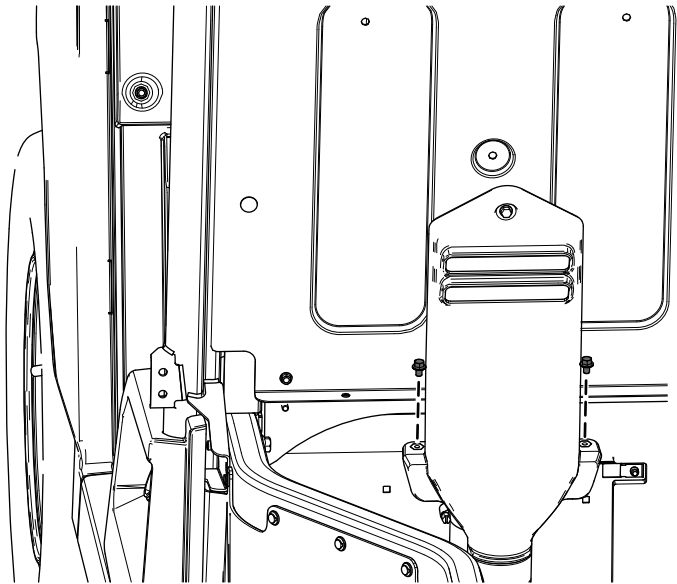

Figura 61
- A. Retire los 2 pernos con arandela prensada ($\frac{1}{4}$ " x $\frac{3}{8}$ ") de la cubierta de admisión de la CVT (Figura 61).